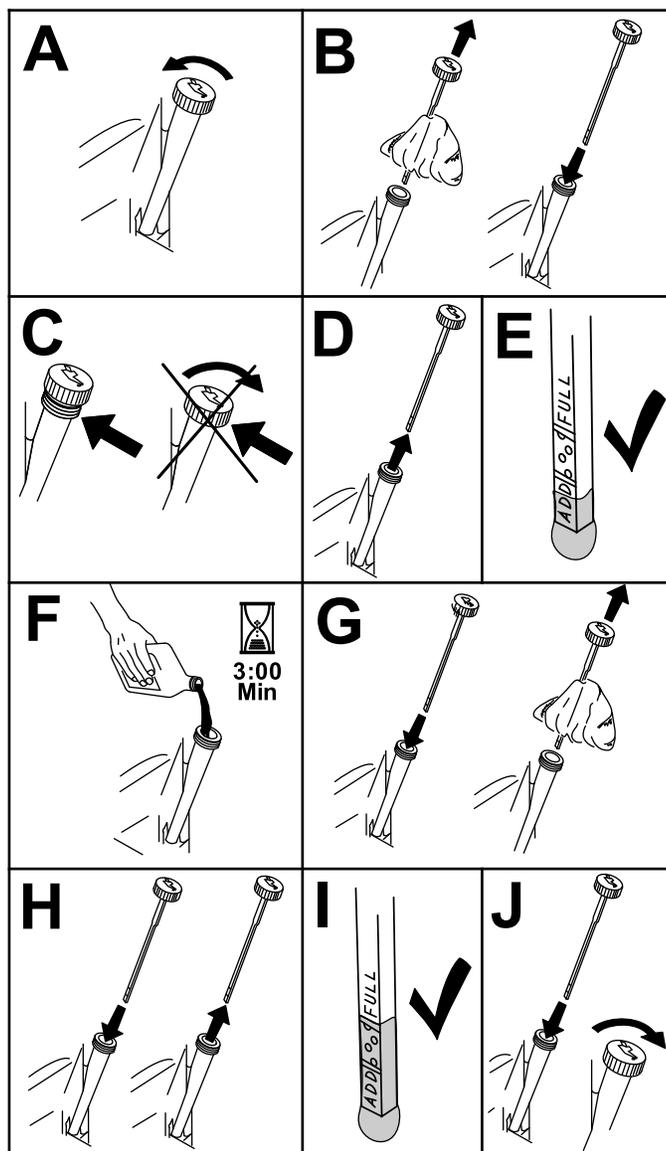

Figure 64
- Versez lentement environ 80 % de l'huile spécifiée dans le tube de remplissage, puis faites l'appoint lentement jusqu'à ce que le niveau atteigne le repère maximum (Full) (Figure 64).